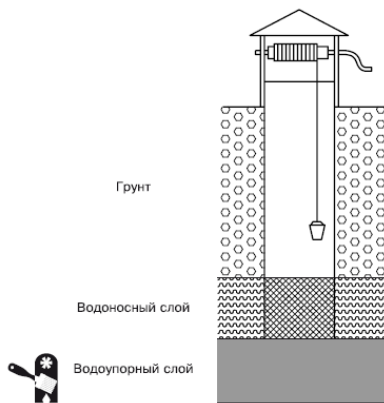

Рис. 1.3. Совершенный колодец
- ✓ совершенные – в таком колодце дно шахты достигает водоупорного пласта, а снабжение колодца водой происходит только через стенки шахты (Рис. 1.3).